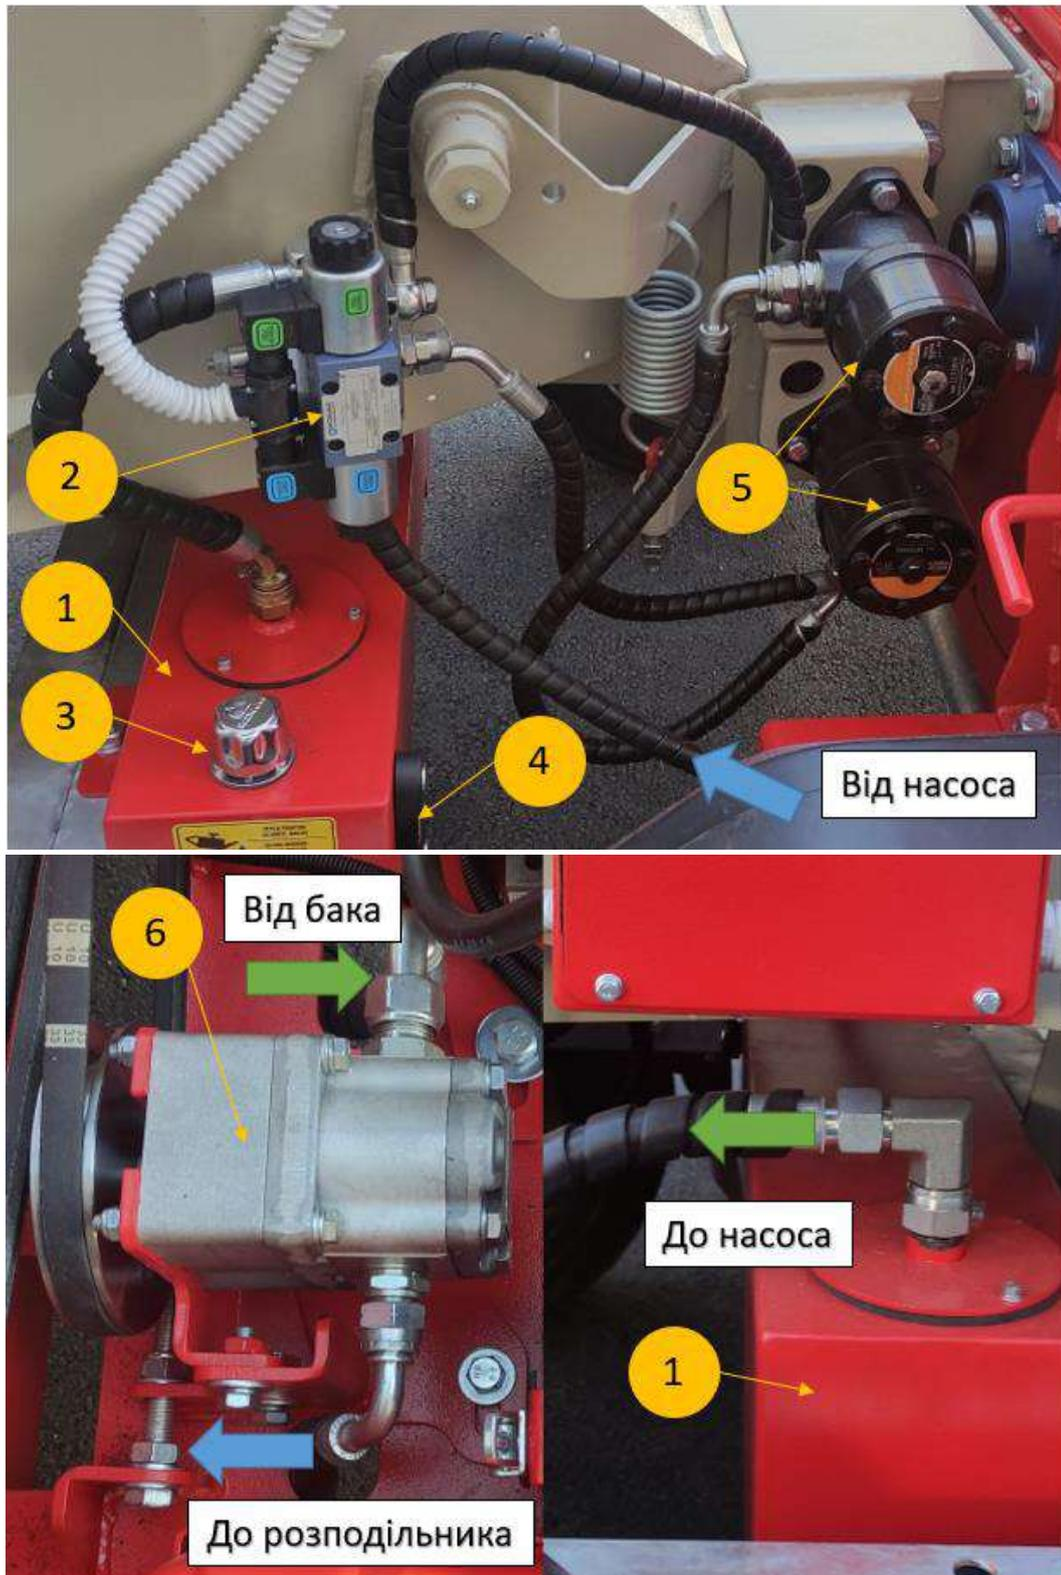

Рисунок 20. Схема підключення гідравліки
- катушки гідророзподільника (рисунок 20).